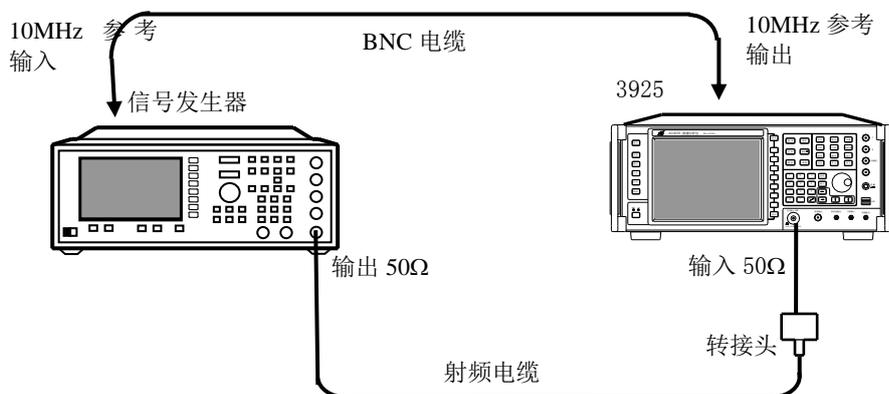

图 5-1 频率范围的测试
- 按图 5-1 连接测试设备，3925 为合成信号发生器 1463 提供参考频率，合成信号发生器的低频输出端接到 3925 的信号输入端。
- 1) 按图 5-1 连接测试设备，3925 为合成信号发生器 1463 提供参考频率，合成信号发生器的射频输出端接到 3925 的信号输入端。
- 1) 按图 5-1 连接测试设备，3925 为合成信号发生器 1463 提供参考频率，合成信号发生器的低频输出端接到 3925 的信号输入端。